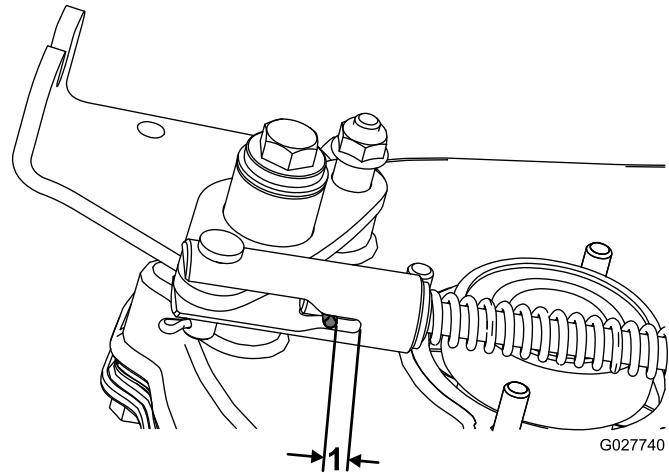

Bild 46
2. Messen Sie den Abstand zwischen dem Rollstift und dem Ende des Schlitzes (Bild 46). Wenn er unter 0,8 mm liegt, stellen Sie die Kupplung mit den Schritten unten ein.
6. Aktivieren Sie den Fahrantriebshebel und messen Sie den Abstand zwischen dem Rollstift und dem Ende des Schlitzes (Bild 46). Der Abstand sollte zwischen 6 mm und 9,5 mm liegen.